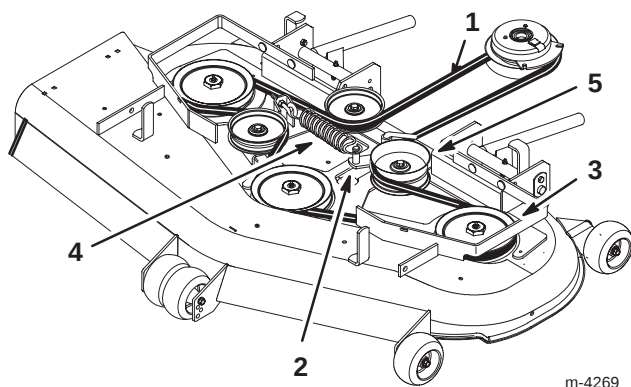

Figure 62
Remarque : Commencez à la poulie extérieure et tournez la courroie pour la déposer (Fig. 62).
8. Remettez la poulie de tension en place et installez la courroie sur les autres poulies (Fig. 62).